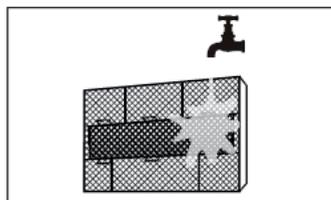

fig. 18 -
5. Filtry główne należy myć wodą lub odkurzyć "fig. 18 -". Pozostawić filtry do całkowitego wyschnięcia, unikając ekspozycji na bezpośrednie działanie promieni słonecznych.